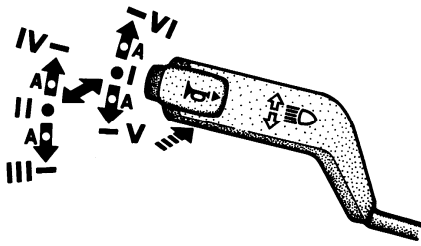

Рис. 5.2. Положения рычага переключателя указателей поворота и света фар (со звуковым сигналом)
**5** – рычаг переключателя указателей поворота, света фар и звукового сигнала1). Рычаг имеет шесть фиксированных положений - I, II, III, IV, V и VI и четыре нефиксированных положения «А» (рис. 5.2 и 5.3).
Если рычаг переключателя находится в положении I, а ручка 28 центрального переключателя света в положении II, то горит ближний свет фар. При перемещении рычага в положение II – горит дальний свет фар и загорается сигнализатор синего цвета. При неоднократном перемещении рычага переключателя из положения I на себя вдоль рулевой колонки (положение нефиксируемое) происходит сигнализация дальним светом фар, При нажатии на кнопку рычага (из любого его положения) вдоль оси включается звуковой сигнал1) (без фиксации) – см. рис. 5.2.